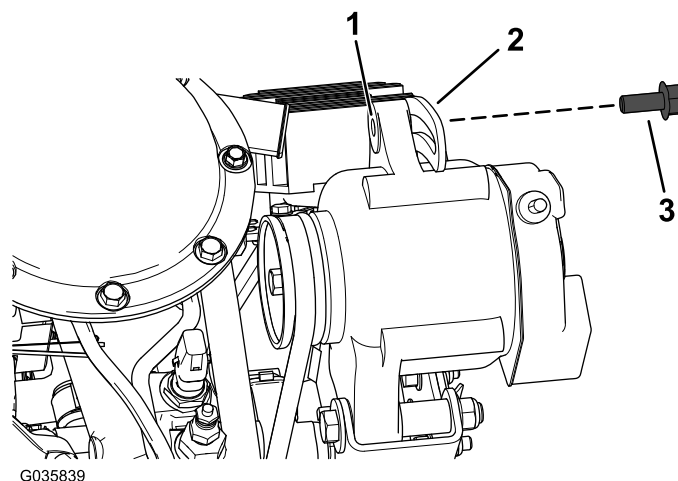

Figura 13
5. Montate, senza serrarla, la vite flangiata a testa esagonale (M8 x 20 mm) attraverso la scanalatura nella staffa dell'alternatore e il foro nell'alternatore (Figura 13).